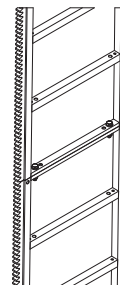

Fig. 9
4. Apretar los pernos de conexión entre las secciones de la escalera (ver la Fig. 9).